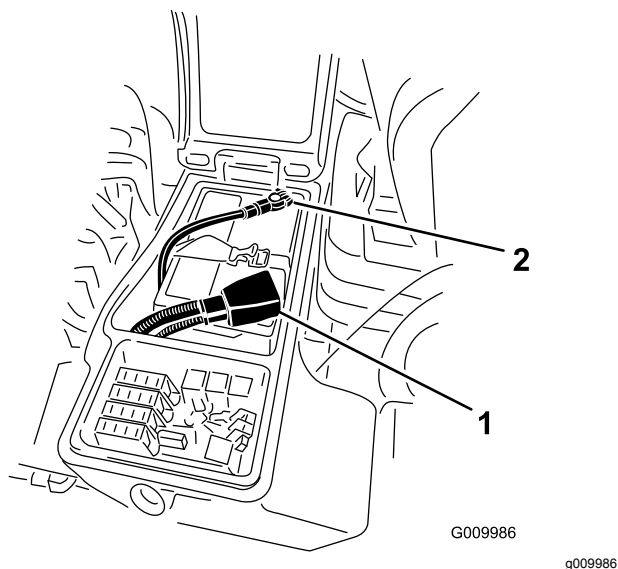

Figura 38
4. Conecte el cable positivo (rojo) al borne positivo (+) y el cable negativo (negro) al borne negativo (-) de la batería (Figura 38). Fije los cables a los bornes con tornillos de caperuza y tuercas. Asegúrese de que el terminal positivo (+) está colocado a tope en el borne, y que el cable está colocado junto a la batería. El cable no debe entrar en contacto con la tapa de la batería. Deslice la cubierta de goma sobre el terminal positivo para evitar posibles cortocircuitos eléctricos.